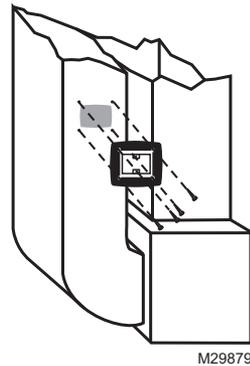

Fig. 15. Fixer le support de base à la gaine.
6. Fixer le support de base à la gaine à l'aide des quatre vis de montage de 25 mm (1 po) fournies avec l'humidistat. (Voir la Fig. 15.)